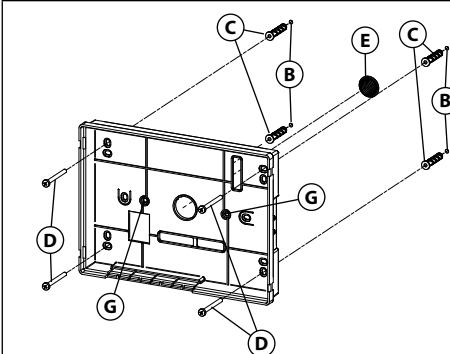

Fig. 4
3. Appoggiare a parete la base del videocitofono ad una altezza di circa 135cm dal pavimento finito e prendere i riferimenti per i fori di fissaggio (B) (Fig. 4) tenendo presente che i conduttori (E) (Fig. 4) devono passare attraverso l'apertura (F) (Fig. 4). Se per l'uscita da parete dei conduttori si utilizza la scatola da incasso 503, murare la stessa in posizione verticale lasciando circa 140cm tra la base e il pavimento finito.
4. Facendo riferimento alla Fig. 4, realizzare i fori (B), inserire al loro interno i tasselli ad espansione (C) e fissare la base del videocitofono alla parete tramite le viti (D) avendo cura di passare i conduttori (E) attraverso la fessura (F). Se è stata utilizzata la scatola da incasso 503, fissare a parete la base tramite i fori (G) (a passo con le linguette di fissaggio della 503) utilizzando le viti (D).